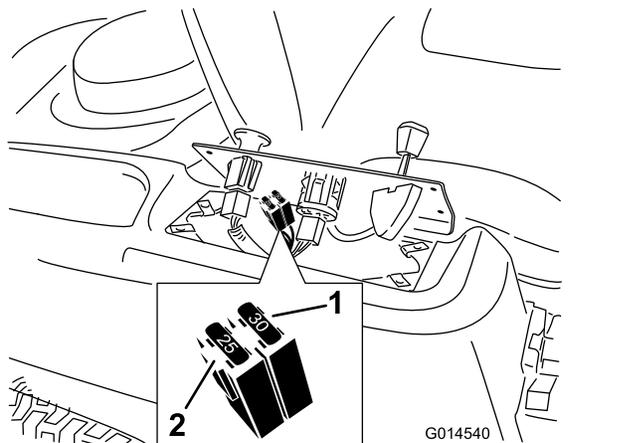

Figura 49
2. Levante el panel de control para tener acceso al arnés de cables principal y al bloque de fusibles (Figura 49).
3. Para cambiar un fusible, tire del mismo para retirarlo (Figura 49).